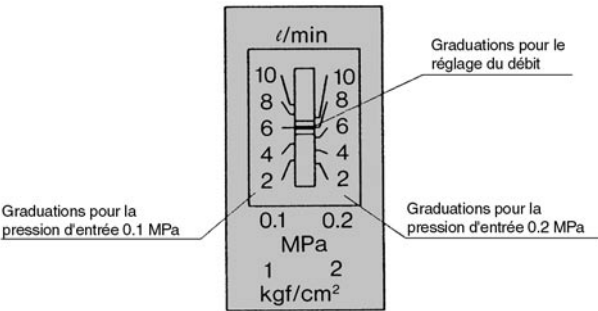

Fig.1
- ① Pour régler le débit, retirez le couvercle supérieur et tournez la vis de réglage du débit à l'aide d'un tournevis; (rotation horaire: accroissement du débit, rotation antihoraire: diminution du débit).
- ② Alignez l'index sur la graduation à gauche de la plaque signalétique si la pression d'alimentation est de 0.1MPa, et sur la graduation de droite si la pression est 0.2MPa. (Voir fig.1.)
- ③ Le point de départ du débit est sur ON. Néanmoins, lors d'un contact 1a, le signal ON apparaît si le fluide présente un débit supérieur au débit de départ. Pour un contact 1b, le signal OFF apparaît lorsque le débit est inférieur au débit de départ par rapport au volume correspondant à l'hystérésis.
- ④ Si la pression d'entrée dépasse 0.2MPa, le réglage ne peut pas s'effectuer par la graduation de la plaque signalétique de la fenêtre. Par conséquent, installez un débitmètre sur le côté sortie du détecteur afin de procéder au réglage.
- ⑤ Afin d'éviter les vibrations produites par la fluctuation du débit, la différence entre le débit de départ et le débit d'utilisation doit être la plus large possible.
- ⑥ Veuillez ne pas dépasser la pression d'utilisation maxi et le débit maxi.